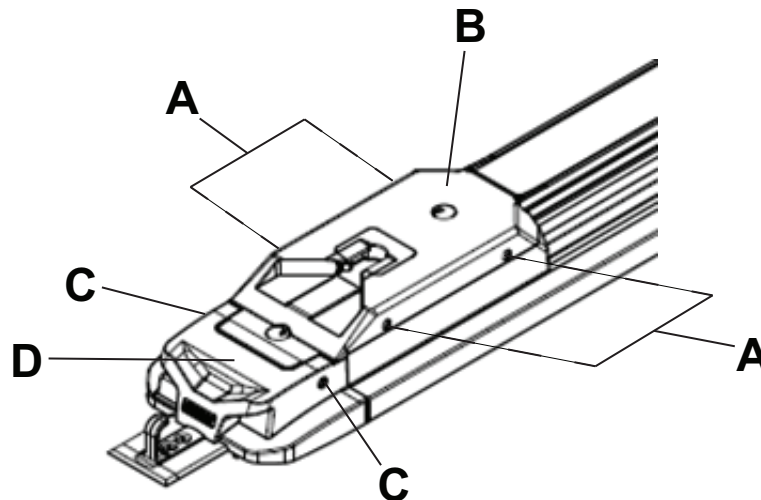

Figura 7 – Conjunto de cobertura da extremidade do lado dos pés
- Utilizando uma chave Torx T27, remova os quatro parafusos de cabeça com sextavado interior (A) que fixam o conjunto da cobertura da extremidade do lado dos pés (B) ao dispositivo de transferência (Figura 7). Guarde os parafusos.
- Utilizando uma chave Torx T27, remova os dois parafusos de cabeça redonda (C) que fixam o conjunto da cobertura da extremidade do lado dos pés ao conjunto da ponta da extremidade do lado dos pés da (D) (Figura 7). Guarde os parafusos.